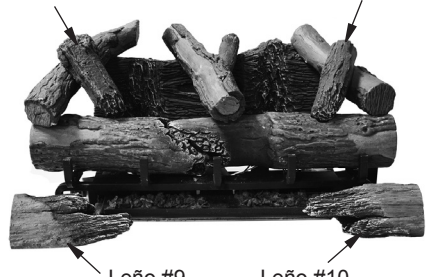

Figura 22 - Instalación de leños #7, #8, #9 y #10
4. Coloque el leño # 7 y # 8 conectarse como se muestra en la Figura 22.
5. Coloque el leño # 9 y # 10 de registro en el piso de la chimenea en la parte frontal del chasis como se muestra en la Figura 22.